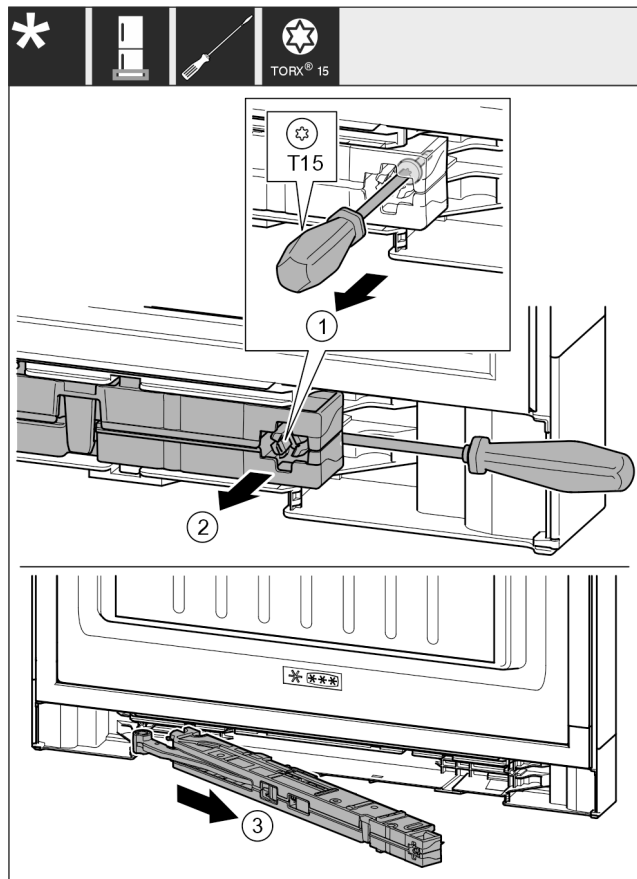

Fig. 19
- ▶ Odvijte vijak Fig. 19 (1) na enoti blažilnika za zapiranje vrat z izvijačem 14 mm.
- ▶ Dvignite enoto blažilnikov Fig. 19 (2) na strani ročaja z izvijačem v smeri naprej.
- ▶ Izvlecite enoto blažilnikov Fig. 19 (3).